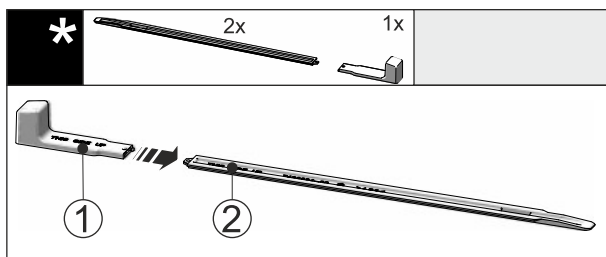

Fig. 51
- Вставьте монтажную ручку Fig. 51 (1) в выравнивающую рейку Fig. 51 (2).